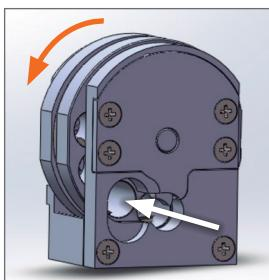

Fig. 13. Paso 1
- Antes de acoplar el cargador a la carabina, cargue los balines en el orificio del cargador, asegúrándose primero de que el orificio está centrado (véase fig. 13. Paso 1).
- Gire el cargador en la dirección indicada en la fig. 13 (Paso 1) cada vez que cargue un balín. Introduzca un balín en cada orificio.